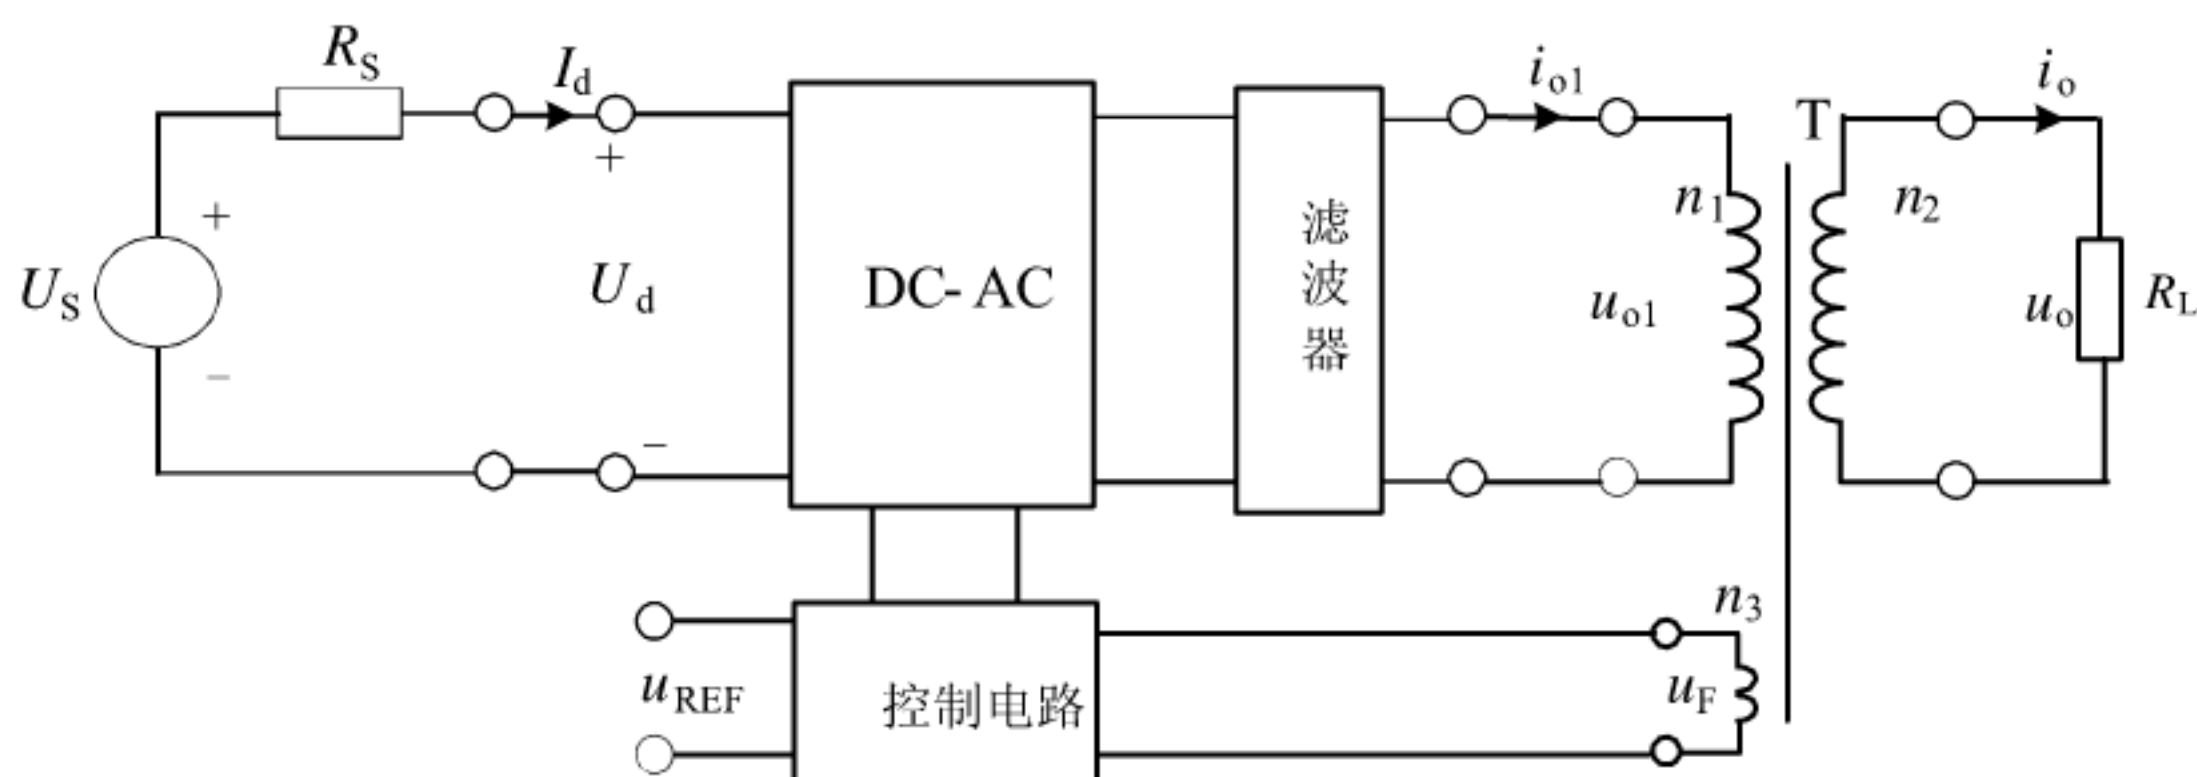

图 1 并网发电模拟装置框图
设计并制作一个光伏并网发电模拟装置，其结构框图如图 1 所示。用直流稳压电源  $U_S$  和电阻  $R_S$  模拟光伏电池， $U_S=60V$ ， $R_S=30\Omega\sim36\Omega$ ； $u_{REF}$  为模拟电网电压的正弦参考信号，其峰峰值为 2V，频率  $f_{REF}$  为 45Hz~55Hz；T 为工频隔离变压器，变比为  $n_2:n_1=2:1$ 、 $n_3:n_1=1:10$ ，将  $u_F$  作为输出电流的反馈信号；负载电阻  $R_L=30\Omega\sim36\Omega$ 。
7. 制作时应合理设置测试点（参考图 1），以方便测试。